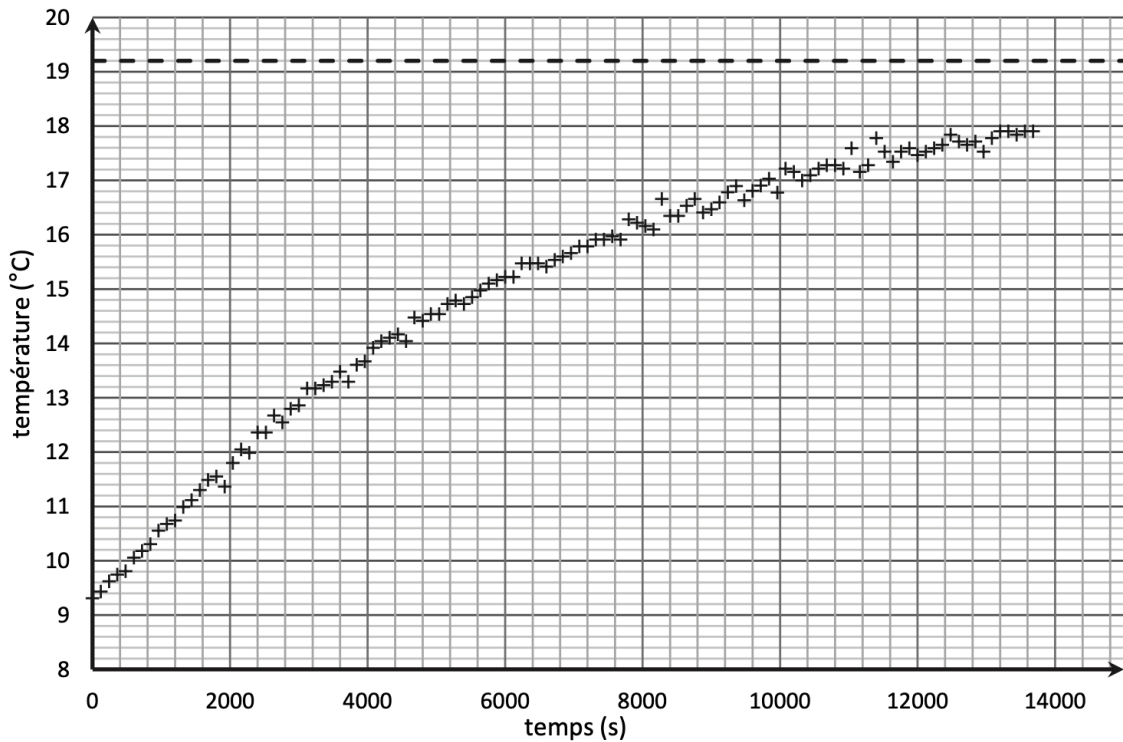

Figure 2. Mesures expérimentales de la température du bloc de tomme
**Q2.** Vérifier à l'aide des équations (1) et (2) que  $\tau = \frac{m \times c}{h \times S}$ . Donner la signification physique et l'unité de cette grandeur.
**Q3.** À l'aide de la figure 2, estimer, en explicitant la méthode, une valeur expérimentale de  $\tau$ , notée  $\tau_{exp}$ .